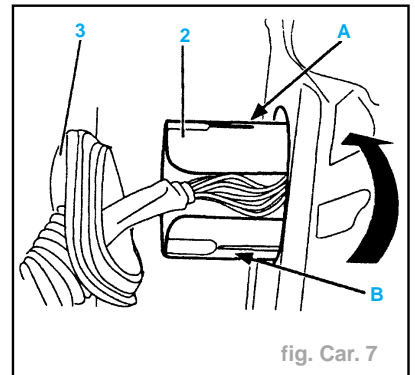

fig. Car. 7
- Dégager le soufflet d'étanchéité (3) (fig. Car. 7).
- Engager l'outil (2) sur le faisceau.